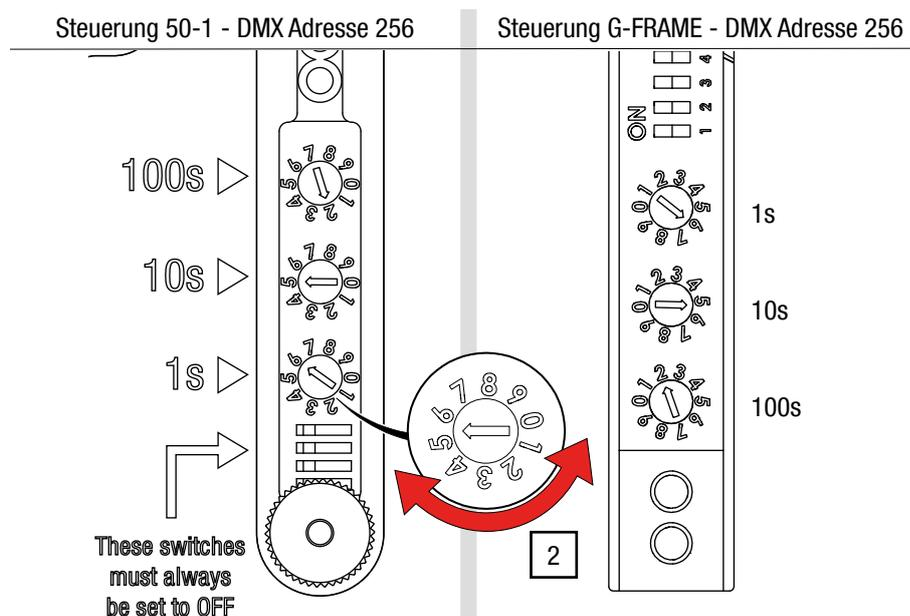

Abb. 18: Einstellung der DMX-Adresse an Steuerung G-FRAME / 50-1
2. Drehen Sie die Einstellräder für die DMX-Stränge bei den drei Einstellrädern (1er, 10er und 100er-Stellen) mit einem Schraubendreher auf die gewünschte Ziffer (siehe Abb. 18).
Beachten Sie die Orientierung der Zähler entsprechend Ihrer Steuerungsvariante. Im Beispiel in Abb. 18 ist beispielhaft die DMX-Adresse 256 für beide Steuerungsvarianten eingestellt. Die Schiebeschalter 1–4 (*dipswitches*) bleiben ausgeschaltet (*off*).